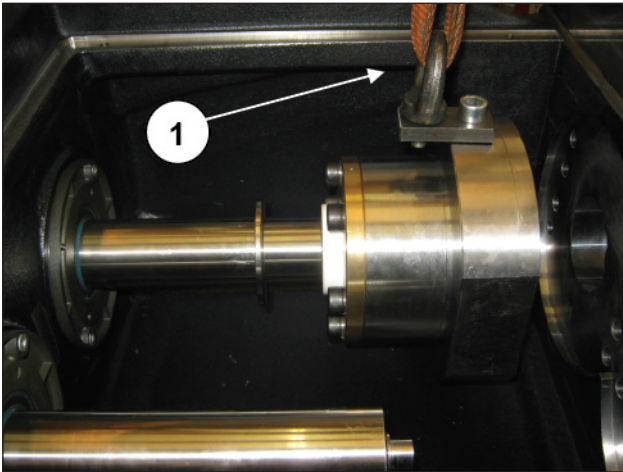

Abb. 204
Ziehen Sie die Buchsenhalterung vom Kopf und lassen Sie sie hierzu, gestützt durch die Ösenschraube über den Kolben gleiten (Pos. ①, Abb. 204), drehen Sie dann die Schrauben M10 ab, die den Kolben fixieren, wodurch die gesamte Gruppe gelöst und aus dem vorderen Gehäuse gezogen werden kann (Pos. ①, Abb. 205 und Abb. 206).